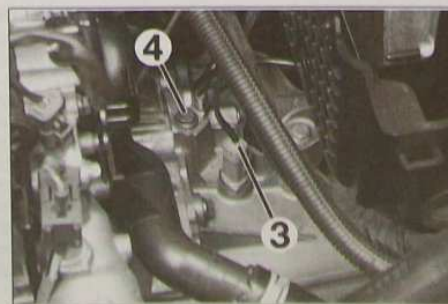

FIG. 15
- Sur la boîte de vitesses, débrancher le connecteur de feux de recul (3) et le fil de masse (4) (Fig.15).